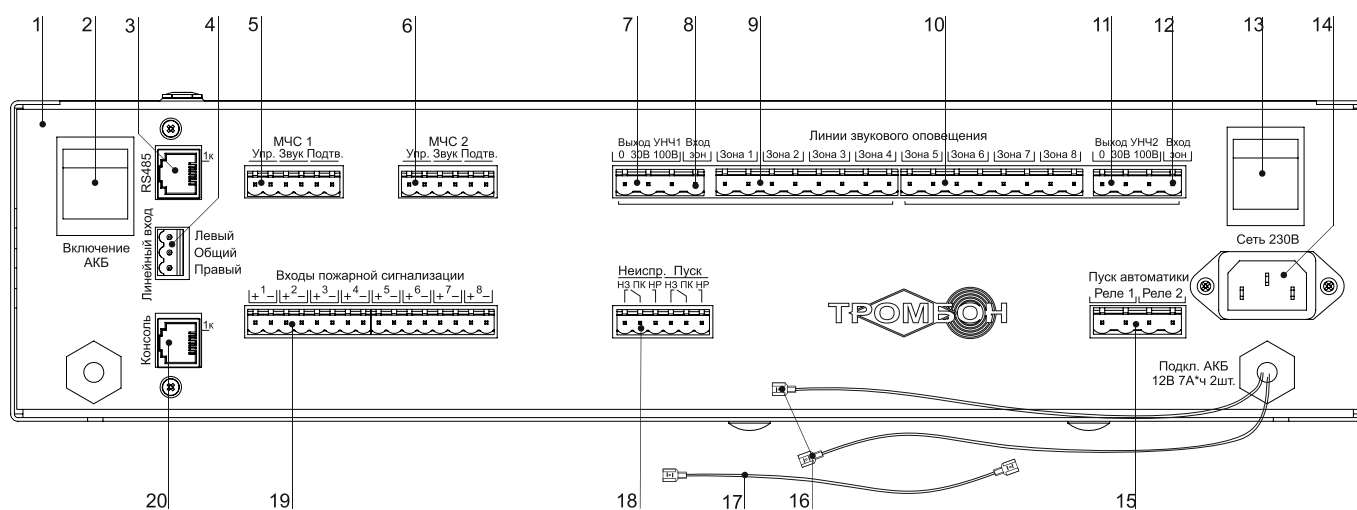

Рис. 2. Прибор управления «Тромбон ПУ-8», вид со стороны задней панели.
Прибор «Тромбон ПУ-8К» имеет 8 входов пожарной сигнализации (рис. 2, поз. 19) для подключения к выходам ППКП (Прибора Приемного Контрольного Пожарного). Выходы ППКП могут быть релейным или типа «открытый коллектор».
5.1.2. Цифровое подключение к сопряженной комплексной системе безопасности через последовательный порт «RS485» (рис. 2 поз. 3). Подключение выполняется кабелем «Витая пара». Назначение контактов последовательного порта «RS485» приведено в Приложении 3.
Прибор имеет два специальных входа «МЧС 1» и «МЧС 2» (рис. 2, поз. 5, 6). Входы предназначены для стыковки с блоком централизованного запуска системы оповещения МЧС (БЦЗ системы П-166 или аналогичными). Входы выполнены в виде 6-х контактного разъема. Контакты «Упр.» данного разъема – это логический вход управления прибором (реагирующий на замыкание контактов), контакты «Звук» - вход звукового сигнала с уровнем 0 дБ (0,775В) от БЦЗ МЧС. Контакты «Подтв.» - подтверждение исполнения команды на оповещение МЧС. Входы МЧС прибора имеют различный приоритет. Вход «МЧС 1» имеет более высокий приоритет по сравнению со входом «МЧС 2».
Для подключения удаленных консолей предназначен специальный порт «Консоль» (рис. 2, поз. 20). Порт выполнен в виде 8 - контактного разъема типа RJ45. К нему можно подключать до 8-и адресных удаленные консоли типа «Тромбон УК».
- Разъем «Линейный вход» (рис. 2, поз. 4) предназначен для подключения к прибору источника звукового вещания и музыкальных программ. Вход стереофонический, используется только в режиме звукового вещания. Максимальное входное напряжение сигнала на данном входе – 250 МВ.
- Для подключения линий звукового оповещения предназначены два 8-и контактных разъема «Линии звукового оповещения» (Рис. 2. поз. 9, 10); Всего прибор имеет выходы для подключения восьми линий связи со звуковыми оповещателями с обеспечением контроля исправности. Контроль исправности может быть отключен программно. Схема подключения линий звукового оповещения к прибору «Тромбон ПУ-8К» приведена в Приложении 6.
- Для выбора напряжения в линии оповещения зон 1, 2, 3 и 4 необходимо установить перемычку между контактом 30В или 100В» (Рис. 2. поз. 7) разъема «Выход УНЧ1» и контактом «Вход зон» (Рис. 2. поз. 8.) Аналогично, для зон 5, 6, 7 и 8 выбор напряжения выполняется перемычкой между требуемым контактом «Выход УНЧ2» (Рис. 2. поз. 11) и «Вход зон» (Рис. 2. поз. 12). ВНИМАНИЕ! Напряжение включения оповещателей в линиях зон 1, 2, 3 и 4 должно быть одинаковым и определяется перемычкой на вход зон с выхода УНЧ1. Аналогично напряжение оповещателей в зонах 5, 6, 7 и 8 определяется перемычкой с выхода УНЧ2.
5.6. Разъем «Пуск автоматики» (Рис. 2 поз. 15) предназначен для управления такими средствами пожарной автоматики, как световые знаки безопасности, эвакуационное освещение и замки эвакуационных выходов. Для управления этими средствами на разъем выведены нормально разомкнутые контакты двух реле. Контакты реле замыкаются при переходе прибора в режим «Тревога».
5.7. Разъем «Неиспр. Пуск» - вывод обобщенных сигналов «Неисправность» и «Пуск» (рис. 2, поз. 18). На данный разъем выведены контакты двух реле. Контакты реле «Авария» замкнуты у выключенного прибора или при обнаружении в системе оповещения неисправностей. Контакты реле «Пуск» замыкаются в режимах «Тревога», «Экстренный запуск» или «Трансляция МЧС».
5.8. Разъем «Сеть 230В» (рис. 2, поз 14) предназначен для подключения прибора к сети питания переменного тока 230В 50Гц.
5.9. Подключение батарей резервного питания 24В. Для резервного питания необходимо две батареи на 12В с емкостью 7 или 9А*ч. Подключение батарей выполняется последовательно при помощи кабелей с клеммами и перемычки (Рис. 2. поз. 16 и 17). ВНИМАНИЕ! Подключение одной батареи 12В к клеммам Рис. 2. поз. 16 или параллельное подключение батарей недопустимо!